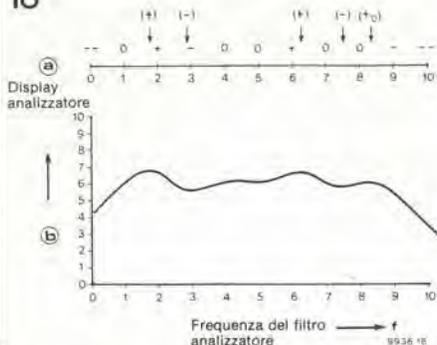

Figura 18. Un esempio di come si può prendere nota graficamente della risposta dell'ambiente quando si usi la cuffia.
4. Posizionare tutti i filtri passabanda dell'equalizzatore al massimo Q. Rilevare, con l'aiuto del filtro dell'analizzatore, il primo picco (in figura 18 questo si trova pressapoco tra i punti di misura 1 e 2), regolare per la massima attenuazione il primo filtro equalizzatore, ed aggiungere
figura 18 tutte le altre irregolarità di rilievo cadono entro la banda critica delle medie frequenze, che devono essere rispettate).
5. Usando il filtro analizzatore, trovare la frequenza al limite basso dello spettro alla quale l'altoparlante comincia ad avere un'intensità sonora apprezzabile inferiore di quella della cuffia (proprio al di sotto del punto 1 in figura 18). Sistemare il filtro del controllo dei bassi dell'equalizzatore alla sua frequenza minima, e regolare per la massima attenuazione. Aumentare quindi gradualmente la frequenza limite fino a quando l'altoparlante si sente ancora, anche se più piano. Ripetere la procedura per il controllo dei toni acuti dell'equalizzatore (in figura 18 la frequenza di riferimento si troverà probabilmente appena al di sopra del punto di prova N°9).